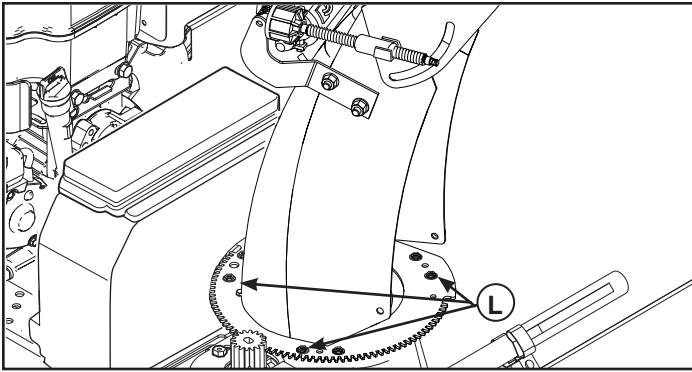

Figure 4
**REMARQUE :** Si la rotation de la goulotte est lente ou grippée, desserrez les vis de rotation de goulotte (L, Figure 4) d'un 1/4 de tour.